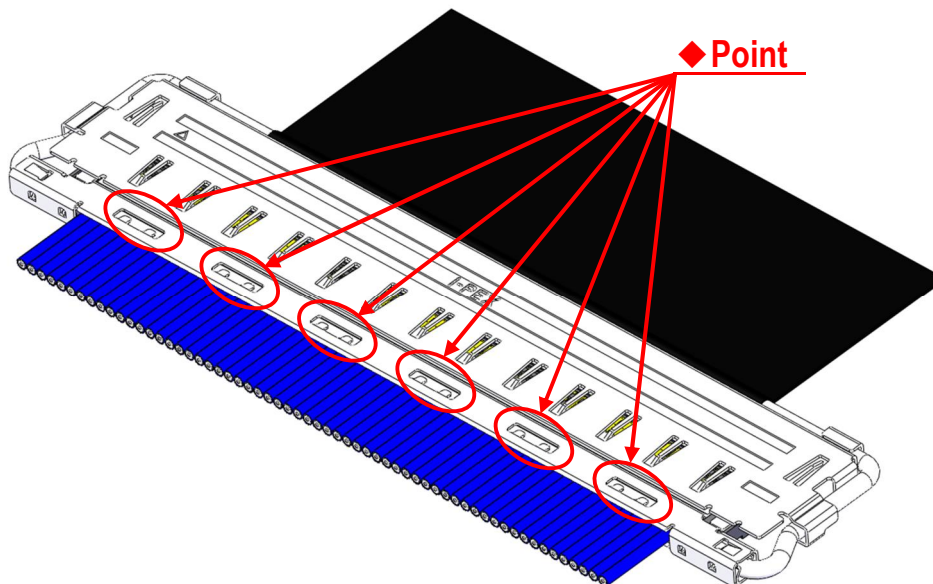

Fig.9 Soldering of Shell-A and Ground Bar
- ⑤ Shell A,B と ground bar を半田コテにて全箇所半田付けすることを推奨する。 (Fig.9,10 ◆部)